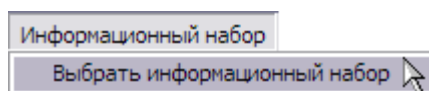

Рис. 8.64
1. В окне **Редактор публикаций** выберите пункт меню **Информационный набор**, а в нем – **Выбрать информационный набор** (Рис. 8.64).